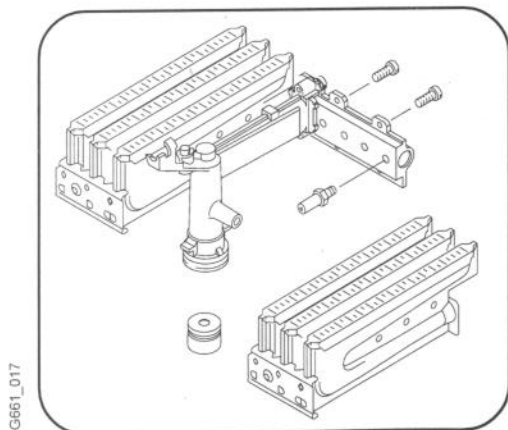

Fig.6
2. Desmontar el quemador (fig. 6).